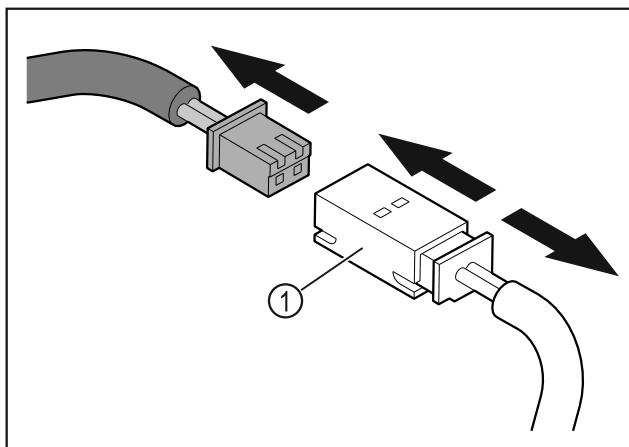

Fig. 13
- Odpojte zástrčku a zástrčkový spoj Fig. 13 (1).